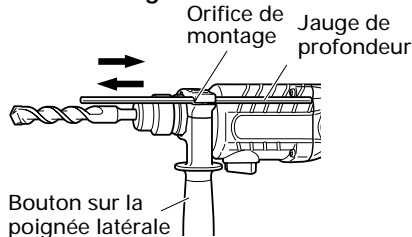

Fig. 12
6. Utilisation de la quenouille (Fig. 12)